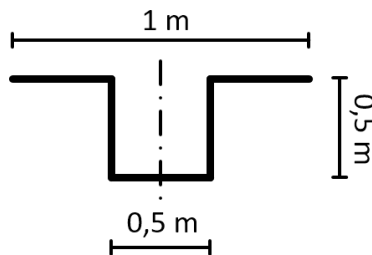

Abbildung 2: Fahrspur zum Umfahren eines Hindernisses
- Das Fahrzeug soll mit Hilfe seiner Sensorik eine definierte Strecke abfahren und dabei ein fiktives Hindernis umfahren. Markieren Sie hierzu die Strecke auf dem Boden (bspw. mittels Isolierband). Folgende Spur soll abgefahren werden (siehe Abbildung 2).